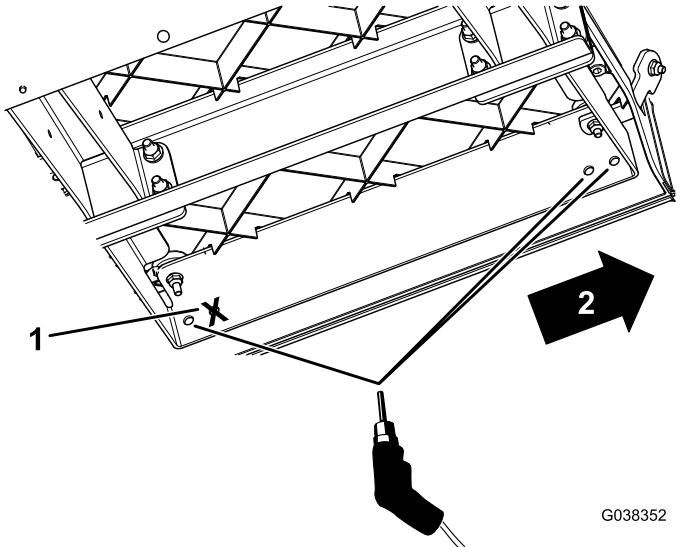

Figure 6
8. En vous servant des nouveaux supports de plancher comme gabarit, percez 3 trous (9,5 mm de diamètre) dans chaque panneau de plancher (Figure 6).
Important: Ne percez que les 2 trous avant sur les nouveaux supports de plancher et le trou à l'extrême arrière, comme montré à la Figure 6.